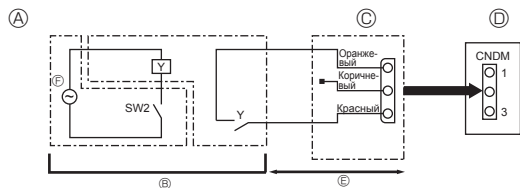

Fig. 10-2
10.2. Специальные функции (модификация “на месте”) (Fig. 10-2)